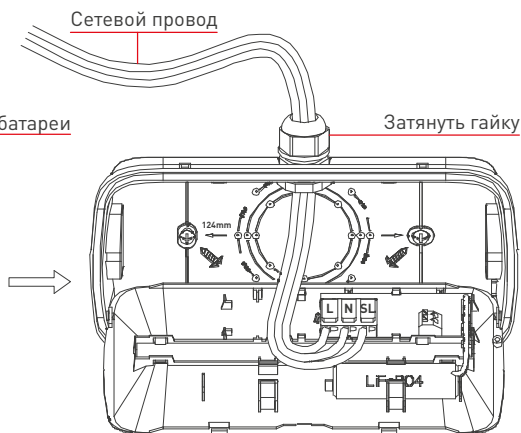

Рис. 3. Стандартная схема подключения
- 3.5. Подключите провода, постоянно подключенные к сети: L — фаза, N — ноль, (рис. 3).